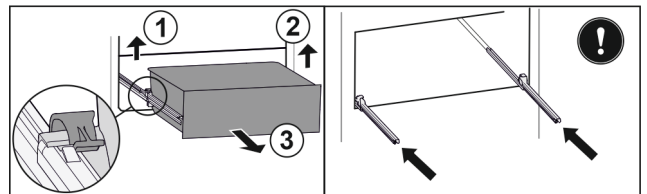

Fig. 109
- Soulever la bride gauche et tirer dans le même temps la partie gauche du tiroir vers l'avant. Fig. 109 (1)
- Soulever la bride droite et tirer dans le même temps la partie droite du tiroir vers l'avant. Fig. 109 (2)
- Retirer le tiroir par l'avant. Fig. 109 (3)